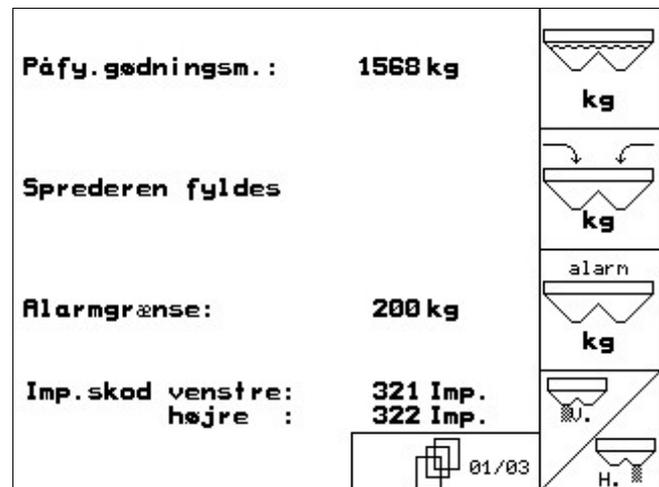

Fig. 86
- i menuen maskindata, side 1 (Fig. 86).